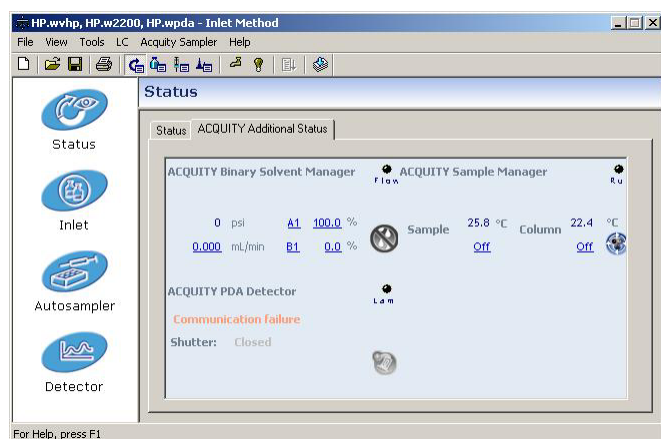

図 6 ポンプのプライム方法
(1) Inlet method-ACQUITY Additional Status タブをクリックする (図 6)。
(2) ACQUITY Binary Solvent Manager と書いてある部分にマウスカーソルを置き、右クリックしてポップアップウィンドウを表示させる。
(3) 上から 2 番目の Start up system を選択する。
(4) System Startup 画面が表示されるので、Prime Solvents タブを選択し、A/B Solvents の Prime を開始するラインにチェックを入れる。
(5) Duration of prime は 5 分を設定する。
(6) Seal wash, Strong wash, Weak wash, Sample syringe にすべてチェックをいれ、3cycles を指定する。Start ボタンを押すと、プライムが開始されます。(約 5 分)